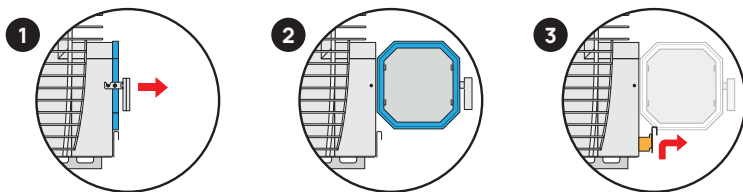

Figure 15. Dépose du bac à cendres HIVE Flow
- Pour retirer le bac à cendres et le vider, ouvrez la porte du foyer, soulevez un peu le bac à cendres et retirez-le (le bac est doté d'une sécurité qui empêche de le retirer pendant le chauffage). Voir la figure 15.